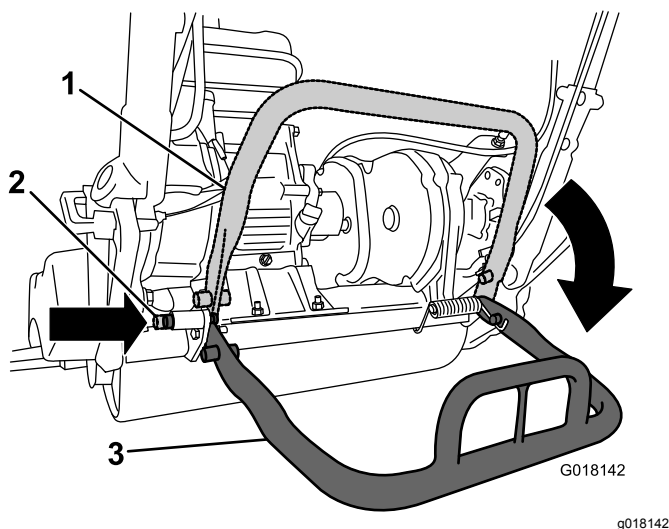

Figure 30
- Pour éviter que la machine ne bascule en arrière quand vous déposez le cylindre, abaissez la béquille et enfoncez la goupille de blocage pour la verrouiller en position d'ENTRETIEN (Figure 30).